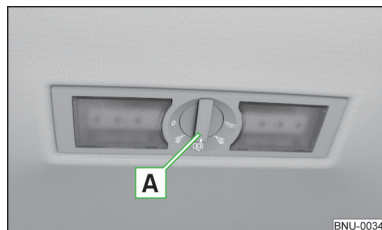

Fig. 70
**Variante 1 - (Girar el interruptor [A] » fig. 70**